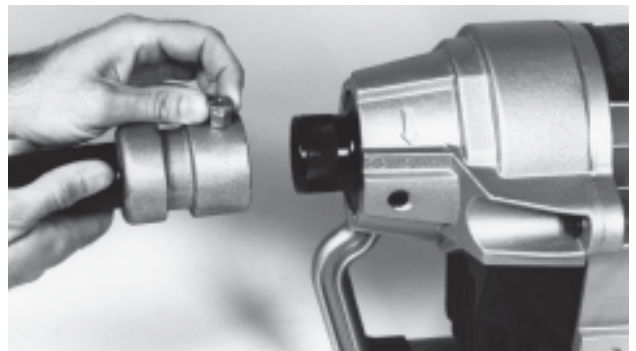

Figure 4 – Montage du guide-câble arrière
5. Montez le guide-câble arrière en enfilant l'adaptateur du guide-câble sur les broches prévues (*Figure 4*).